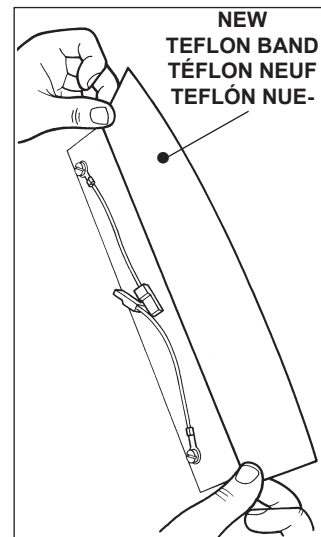
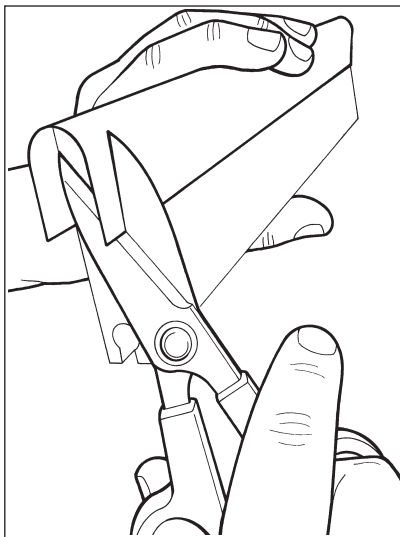

Fig. 4
Fig. 5
- 4) Fit a new band (Fig. 4), cutting the excess length at the two ends (Fig. 5).
- 4) Appliquer le nouveau ruban (Fig. 4) en coupant la partie en excès aux deux extrémités (Fig. 5).
- 4) Aplicar la cinta nueva (Fig. 4) cortando la parte excedente de los dos extremos (Fig. 5);